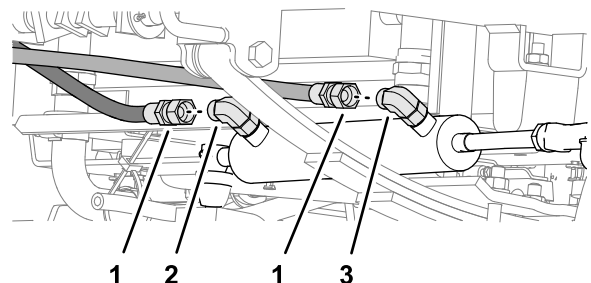

Figure 65
1. Débranchez les flexibles du vérin de direction reliés aux raccords à 90° dans les orifices de déploiement et de rétraction du vérin de direction (Figure 65).